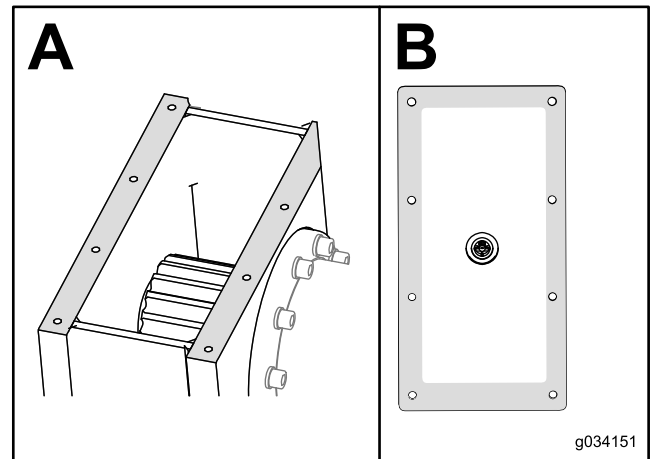

Figura 105
9. Quite el sellador de la caja de engranajes y de la tapa (Figura 105).
10. Ponga sellador RTV nuevo de grado automotor alrededor del borde de la tapa (Figura 105, B).